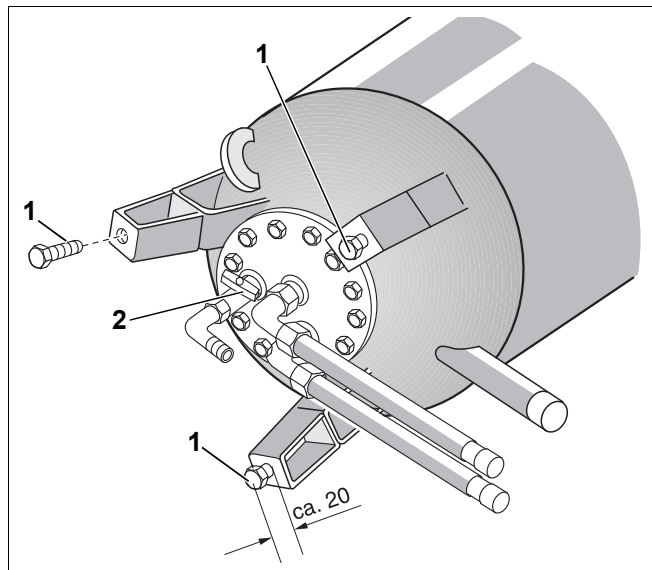

Рис. 3 Применение крепежных болтов как опорных в ножках бака (схематическое изображение)
- Заверните крепежные болты (рис. 3, [1]) в ножки бака так, чтобы они выступали примерно на 20 мм.
- Проверьте, закрыт ли сливной кран и по инструкции подтяните болты смотрового люка (рис. 3).